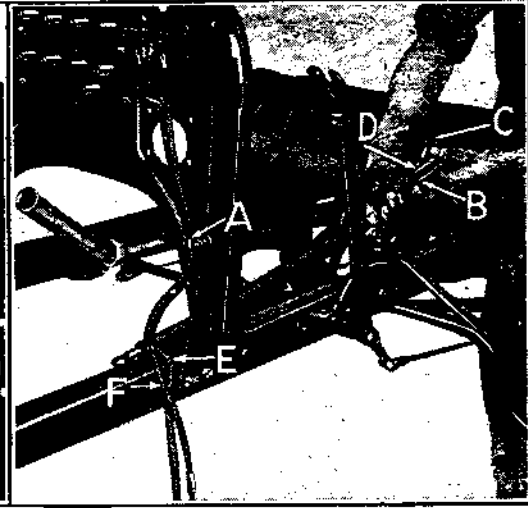

Fig. 82
**90** — Monter les câbles d'éclairage sur le tablier, en les passant dans le support. (Voir A, fig. 82.)